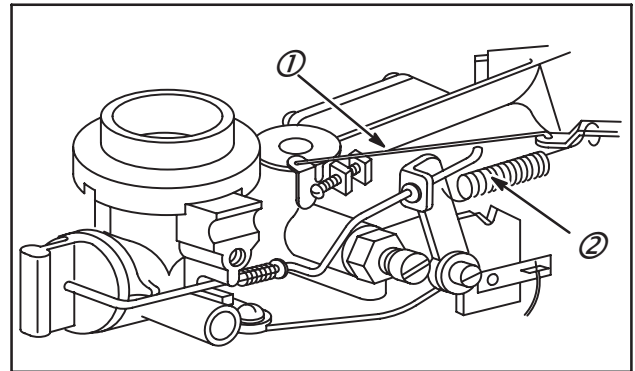

Fig. 90
2. Accrocher la biellette d'accélération (1) au papillon et à la palette du régulateur.
4. Installer le ressort de régulateur (2), Fig. 90.